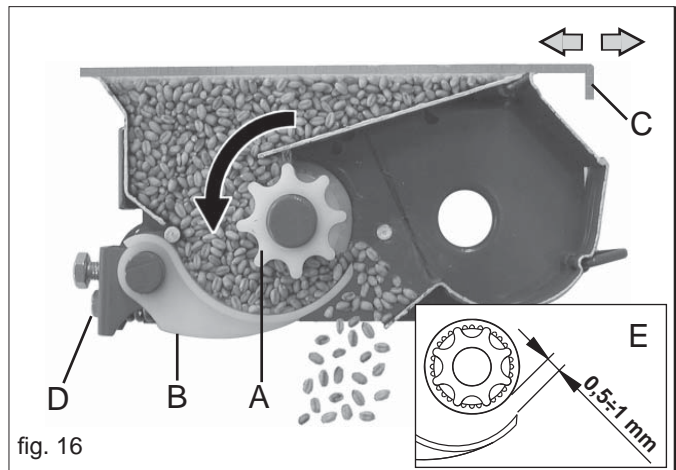

fig. 16
- Los palpadores (B Fig. 16) correctamente colocados aseguran una distribución fácil y constante de las semillas.
- 3) por medio del tornillo (D), regule la distancia entre el palpador y el rodillo distribuidor a 0,5 ÷ 1 mm (E Fig. 16).